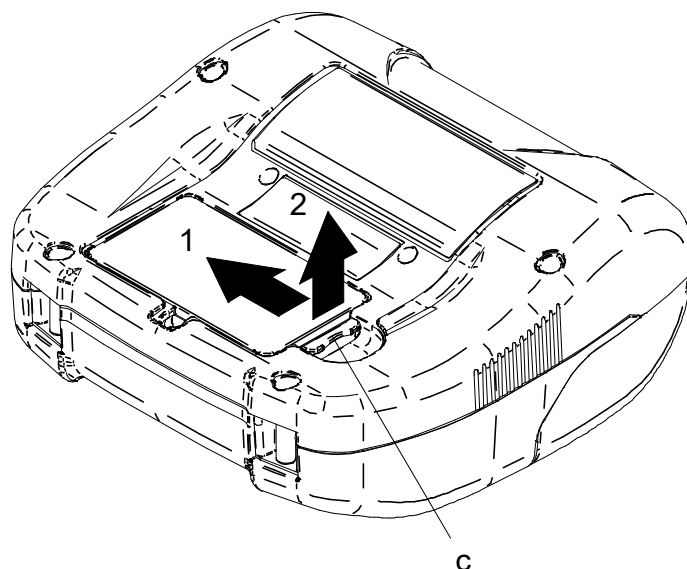

Figura 8-4 Rimozione della batteria
- (1) Spegnere la stampante.
- (2) Come mostrato nella Figura 8-4, premendo la leva della batteria "c" in direzione della freccia 1, rimuoverla tirando verso l'alto in direzione della freccia 2.